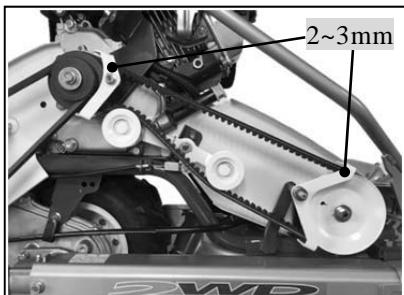

図3
- 3) エンジン側、ナイフ側ともにベルトとベルト押さえとの間隔がともに2~3mmになるよう図3を参考にベルト押さえの位置を調整してください。
④変速ワイヤ調整